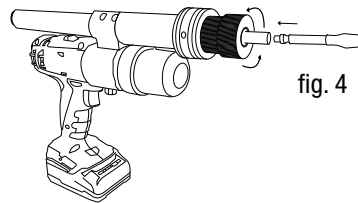

fig. 4
Atornillar el cabezal en la Máquina de abocardar BST 32 PLUS, después de esto introducir el extractor (H) hasta el disparo de enganche (fig. 4).